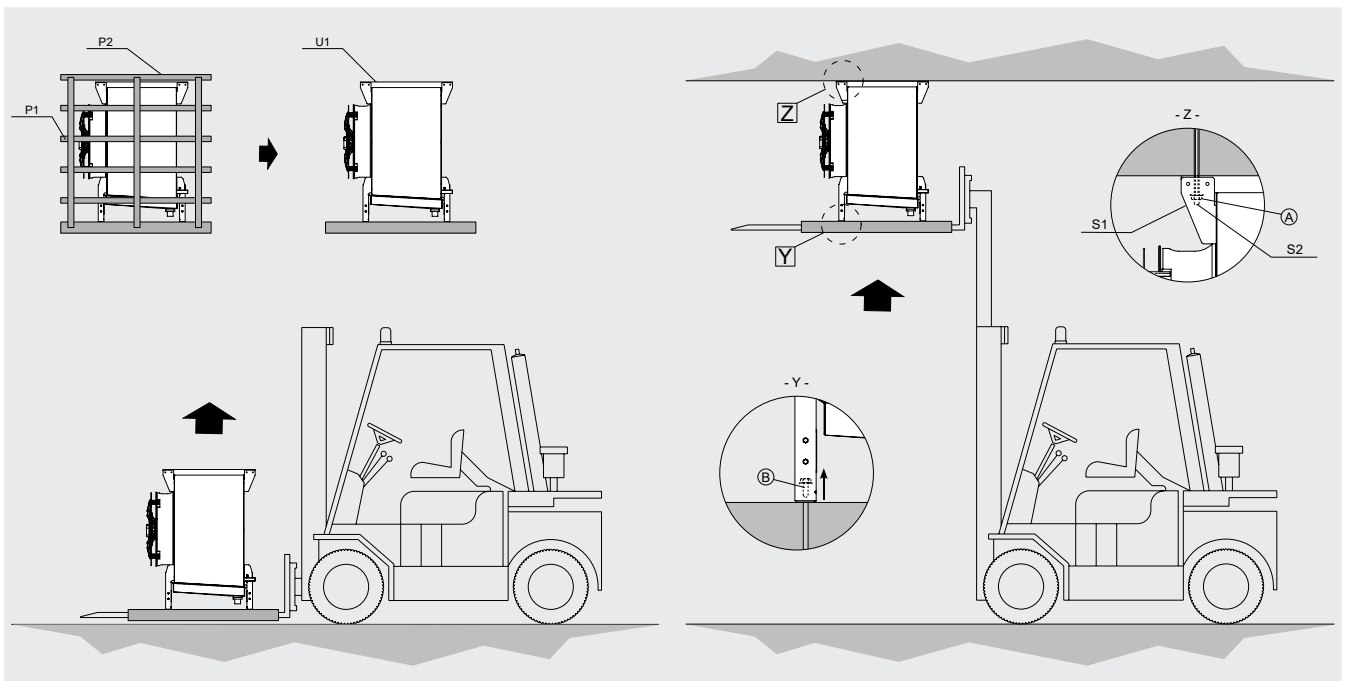

Figure 4
- 5.12 Instructions d'installation au plafond - voir la Figure 4: